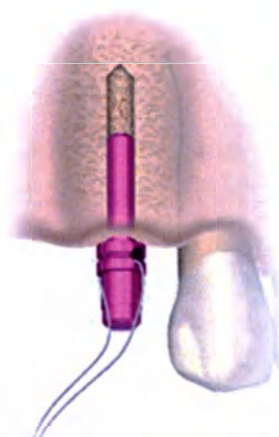

Рис. 5: Закрепление индикатора направления с помощью флосса
1. Пропустите кусок флосса через отверстие индикатора направления, чтобы предотвратить аспирацию или проглатывание инструмента (см. рисунок 5).